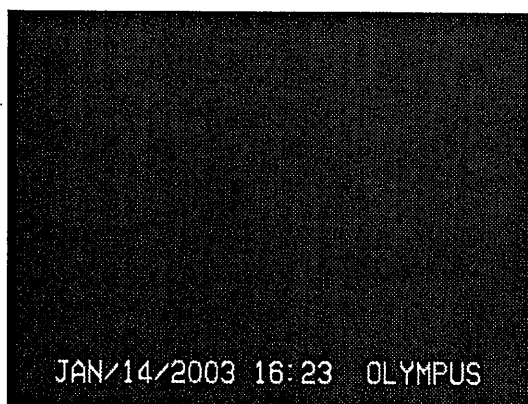

図 3.21
3. モニター上の表示が図 3.21 に示す状態になっていることを確認します。